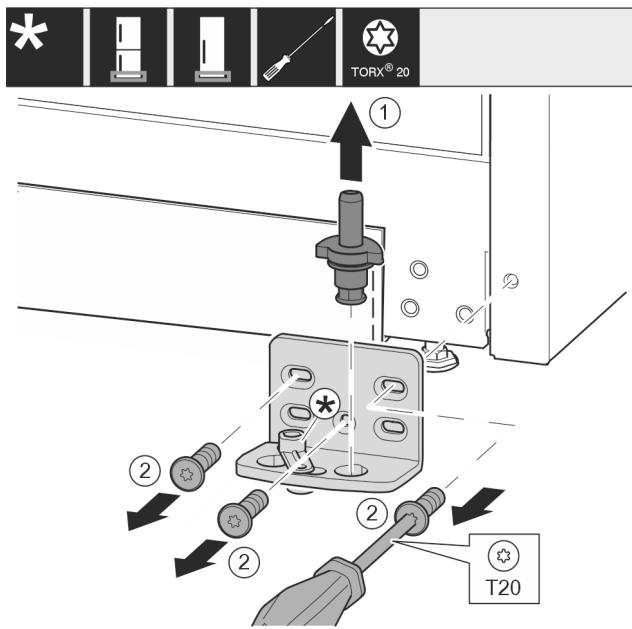

Fig. 13
- Extragăți complet bolțul de lagăr în sus. Fig. 13 (1)
- Extragăți prin rotire și detașați șuruburile cu șurubelnita T20. Fig. 13 (2)